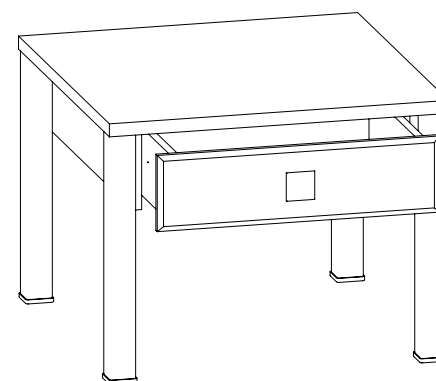

Рис.9
7. Вставьте заглушки минификсов и конфирматов. Установите ящик в корпус (Рис. 9).